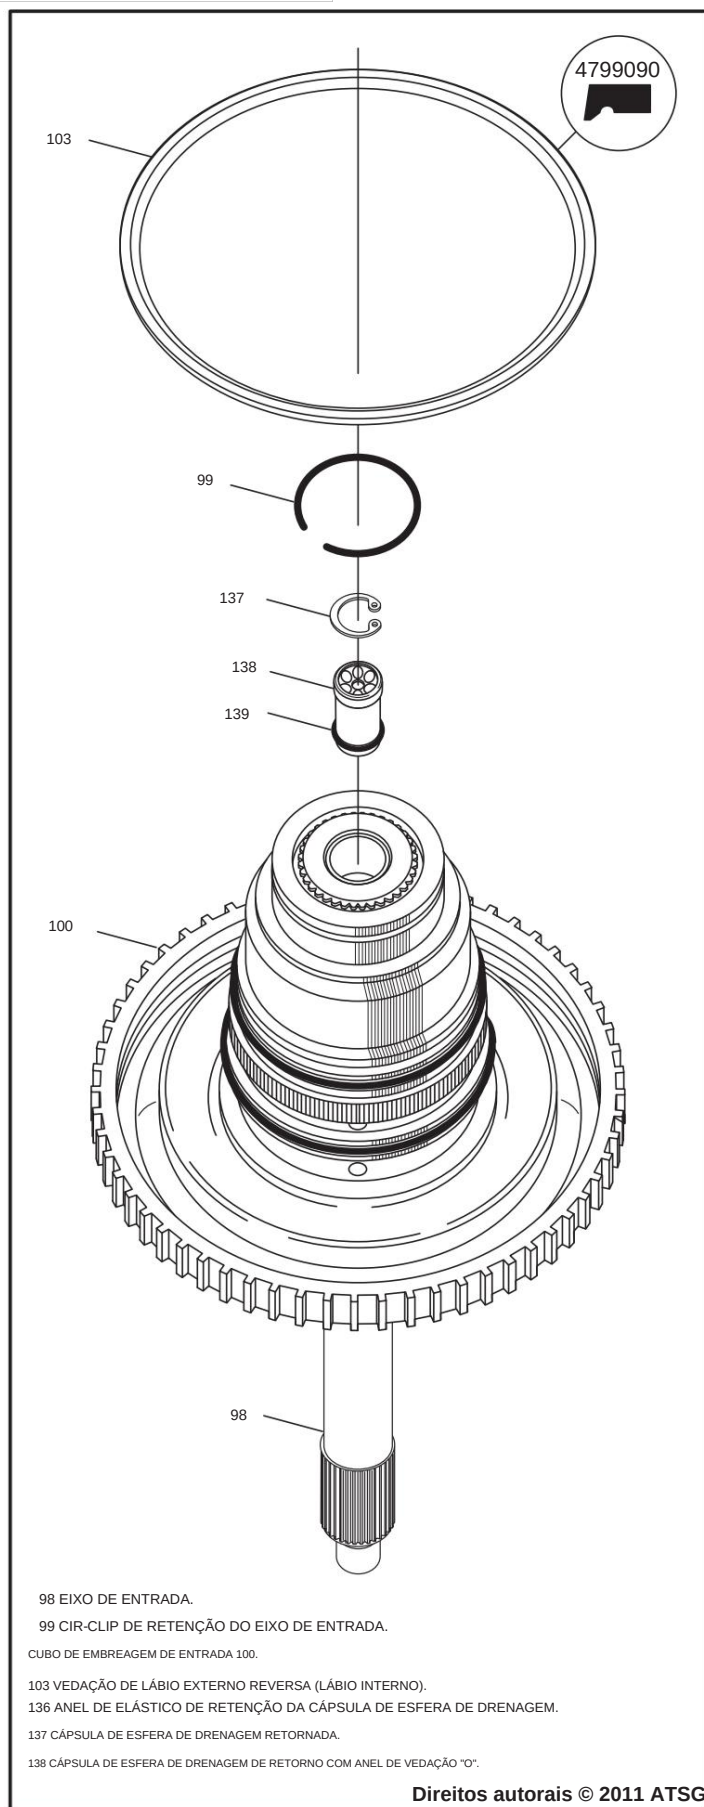

Figura 95
3. Remova o pequeno anel de pressão "ilhó" do eixo de entrada, conforme mostrado na Figura 95.
4. Remova o conjunto da cápsula da esfera de drenagem do eixo de entrada usando uma ferramenta de coleta. Remova e descarte o anel "O" (consulte a Figura 95).
6. Instale a cápsula da esfera de drenagem de volta no eixo de entrada na direção mostrada na Figura 95.
7. Instale o anel de pressão "ilhó" e certifique-se de que ele esteja totalmente encaixado (consulte a Figura 95).
8. Instale o novo retentor de lábio na ranhura do cubo da embreagem de entrada com o lábio voltado para baixo, conforme mostrado na Figura 95, e lubrifique com uma pequena quantidade de TransJel®.